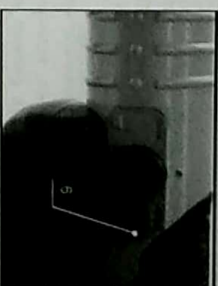

Рис. 4
Для того, чтобы установить режим сверления с ударом, необходимо рычаг (поз.б, рис.4) ударного механизма повернуть на символ «сверло».
- Для того, чтобы установить режим удара, необходимо рычаг (поз.б, рис.4) ударного механизма повернуть на символ «долого».